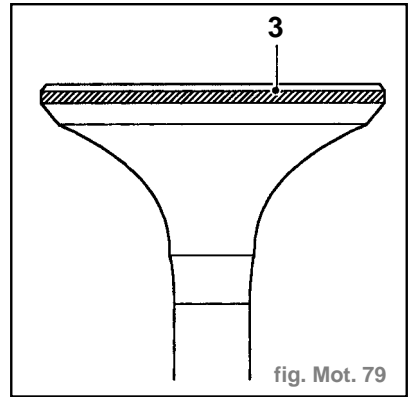

fig. Mot. 79
- Déposer la soupape et contrôler que la trace de bleu de Prusse (3) sur la face de la soupape est continue et uniforme, continuer le rodage de la soupape selon le besoin (fig. Mot. 79).